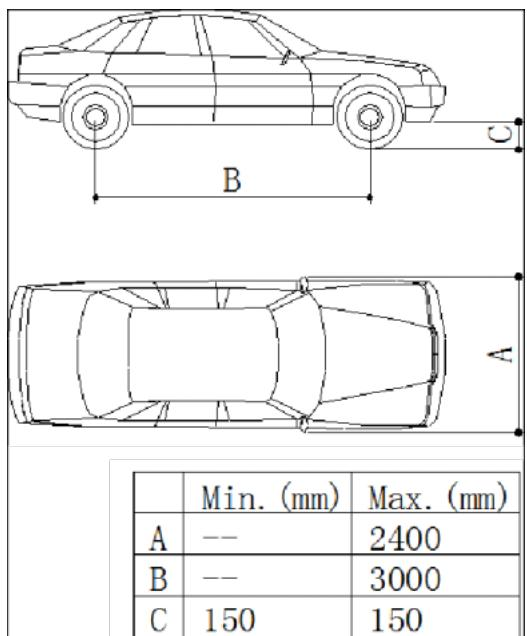
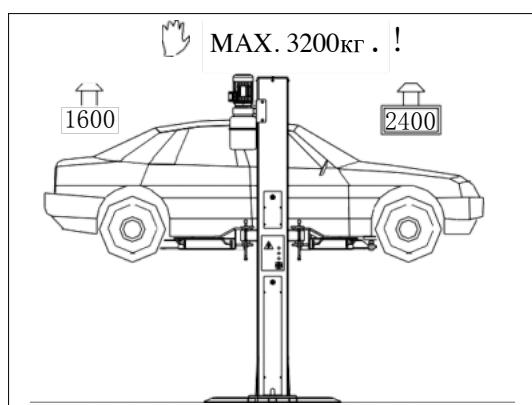

Рис. 8
Рис. 9 Распределение веса
Во время операций подъема и опускания оператор должен находиться в зоне управления, как показано на Рис.8. Нахождение людей в границах зоны опасности, указанной на том же рисунке, строго запрещено. Нахождение персонала в зоне под автомобилем разрешается только когда машина зафиксирована в поднятом положении.
- ◆ Соблюдены все условия по габаритным размерам и массе автомобилей (*Рис. 8* и *Рис. 9*).